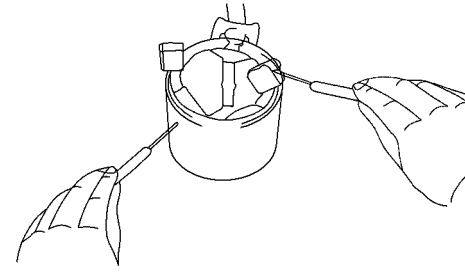

图 6-15 检查磁场线圈是否没接地
(2) 检查磁场线圈是否没有接地。使用欧姆表检查磁场线圈端部和磁场框架之间是否不导通，如图 6-15 所示。